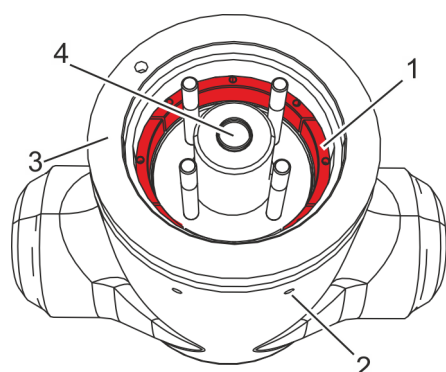

Fig. 18: Retirar el anillo segmentado
4. ➔ Con el punzón de extracción, golpee hacia dentro los segmentos (Fig. 18/1) del anillo segmentado a través de los orificios de extracción exteriores (Fig. 18/2).
5. ➔ Extraiga los segmentos (Fig. 18/1).
Retire del cuerpo de la válvula (Fig. 18/3) la tapa con la junta anular, el anillo de apoyo y el tamiz cilíndrico (Fig. 19/1–4) extrayéndola hacia arriba con un equipo de elevación adecuado.